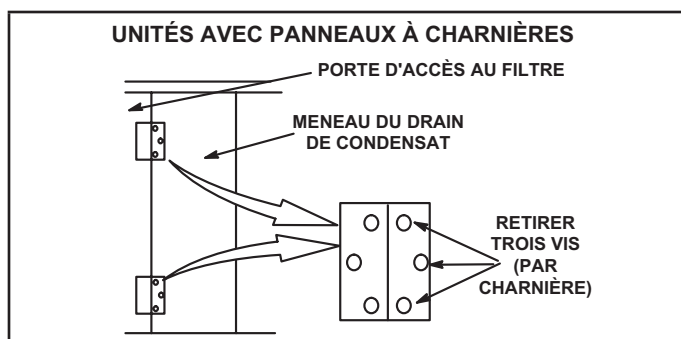

FIGURE 6
- 2 - Retirer les six vis de la porte d'accès aux filtres. Voir FIGURE 6.